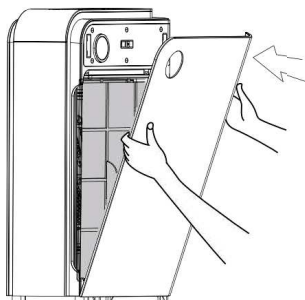

Abb. 7
8. Setzen Sie die Gehäuseabdeckung (1) zurück und achten Sie auf ihre richtige Befestigung an den Haken, die sich unten am Gehäuse des Gerätes (8) befinden. (Abb.7) Vergewissern Sie sich, dass die Gehäuseabdeckung richtig mit Magnetverschluss gesichert wird.